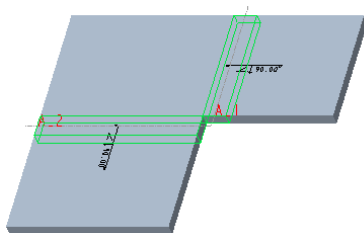

图 3-48 展平钣金件的效果
(1) 在功能区“模型”选项卡的“折弯”组中单击  (展平) 按钮, 打开“展平”选项卡。
(2) 默认选中“展平”选项卡中的  (自动选择的参考) 按钮, 以自动选择所有弯曲的曲面或边, 并接受零件的默认固定几何参考。
(3) 在“展平”选项卡中单击  (完成) 按钮, 展平钣金件的效果如图 3-48 所示。